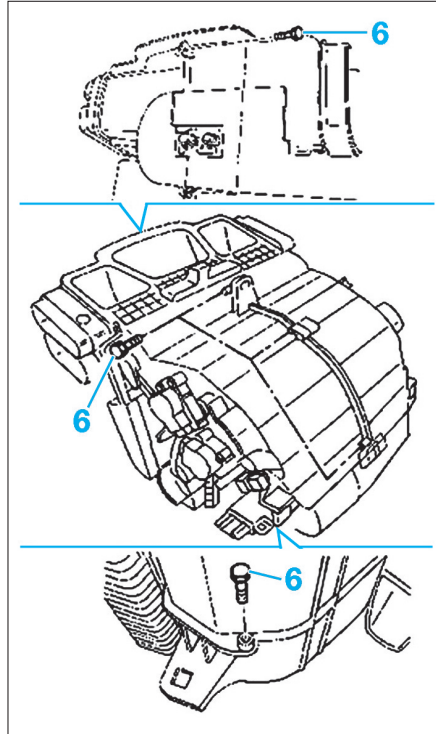

Fig. 27
- Déposer les vis d'assemblage (6) du bloc chauffage/climatiseur (Fig.27).